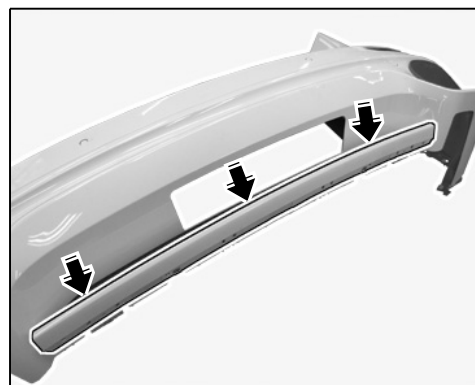

Рис. 9
- 3.7.2 Зафиксировать накладку в задней части кузова ⇒ *Рис. 9 -стрелки-*.